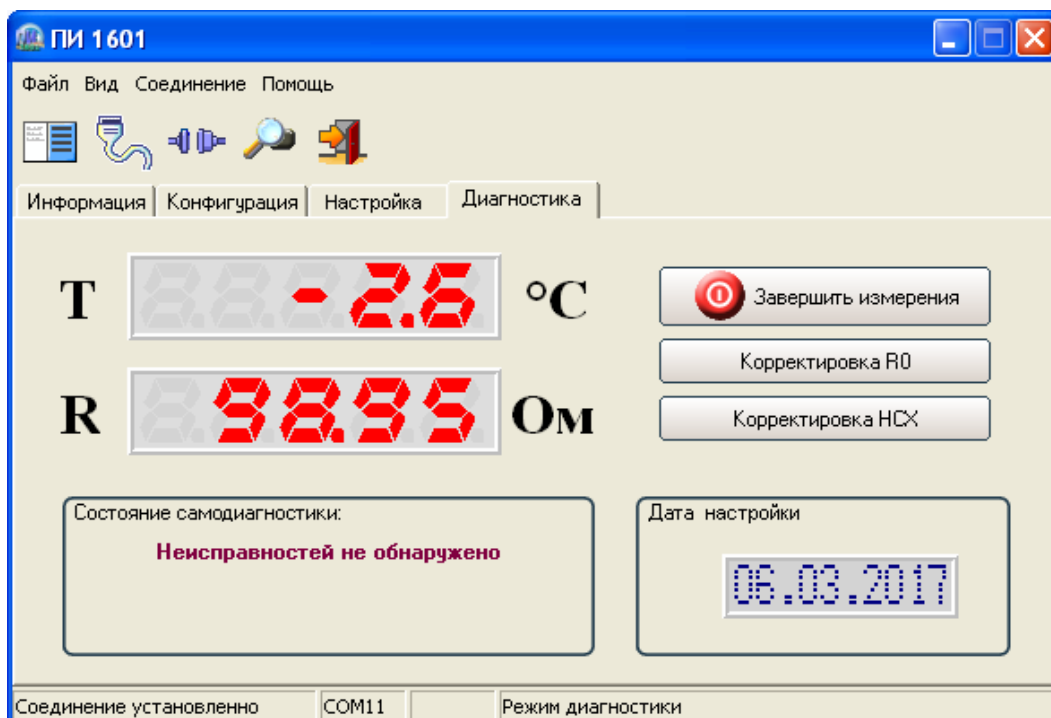

Рисунок 9 - Вкладка «Диагностика»
1.8.9 Во вкладке «Диагностика» отображаются измеренные значения температуры и сопротивления ТС, а также состояние самодиагностики (см. рисунок 9).